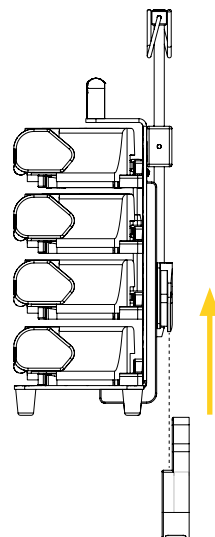

Figure 11: Retrait du BP80–GR4 de la Micro Base
1. Appuyer et maintenir enfoncer le bouton à déclenchement rapide de la Micro Base (Figure 11 A), puis glisser le mirco disque antirotation situé à l'arrière BP80–GR4 hors de la base verticalement (Figure 11 B). Consulter la documentation de l'utilisateur de la base pour les consignes de sécurité et l'utilisation sécuritaire au besoin.